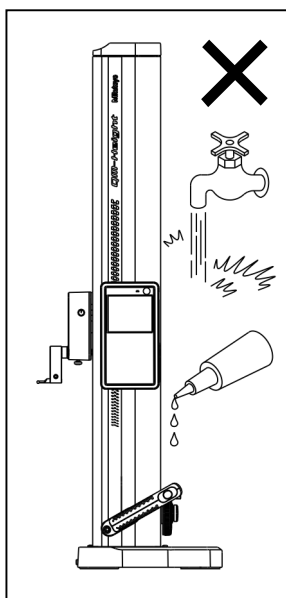

Fig. 1
- Nu utilizați acest instrument în locuri unde va fi expus direct la fluidele de răcire, apă, praf, etc. (Fig.1)